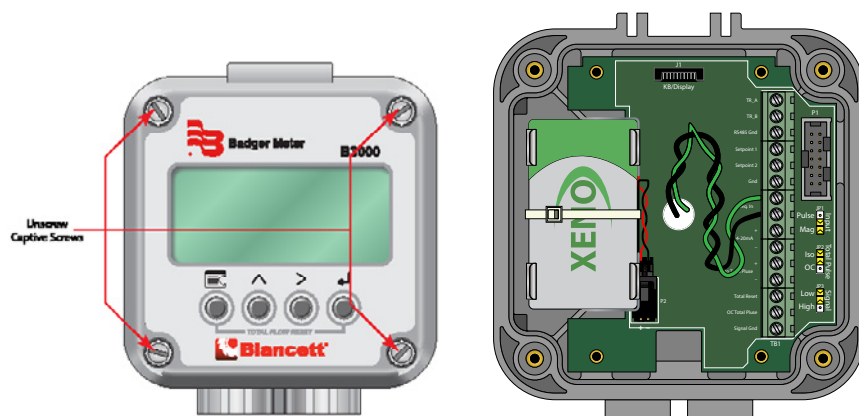
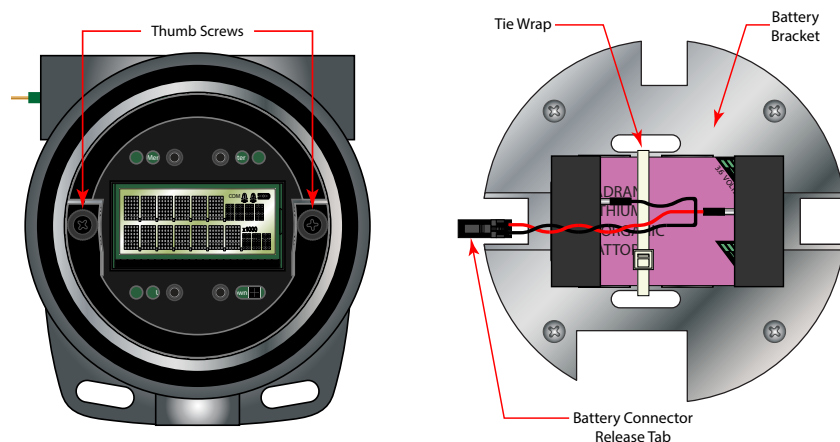

Figure 30: Remplacement de la batterie (NEMA 4X)
Figure 31: Remplacement de la batterie (antidéflagrant)
**Remarque:** La batterie tient en place par un circlip qui doit être coupé et remplacé (voir Figure 30). Sans circlip, le produit n'est pas validé.
**COUPEZ TOUTE ALIMENTATION EXTERNE DE L'UNITÉ AVANT DE RETIRER LE CAPOT VISSÉ. IL EST DANGEREUX DE NE PAS LE FAIRE. (VOIR FIGURE 30 ET FIGURE 31.)**